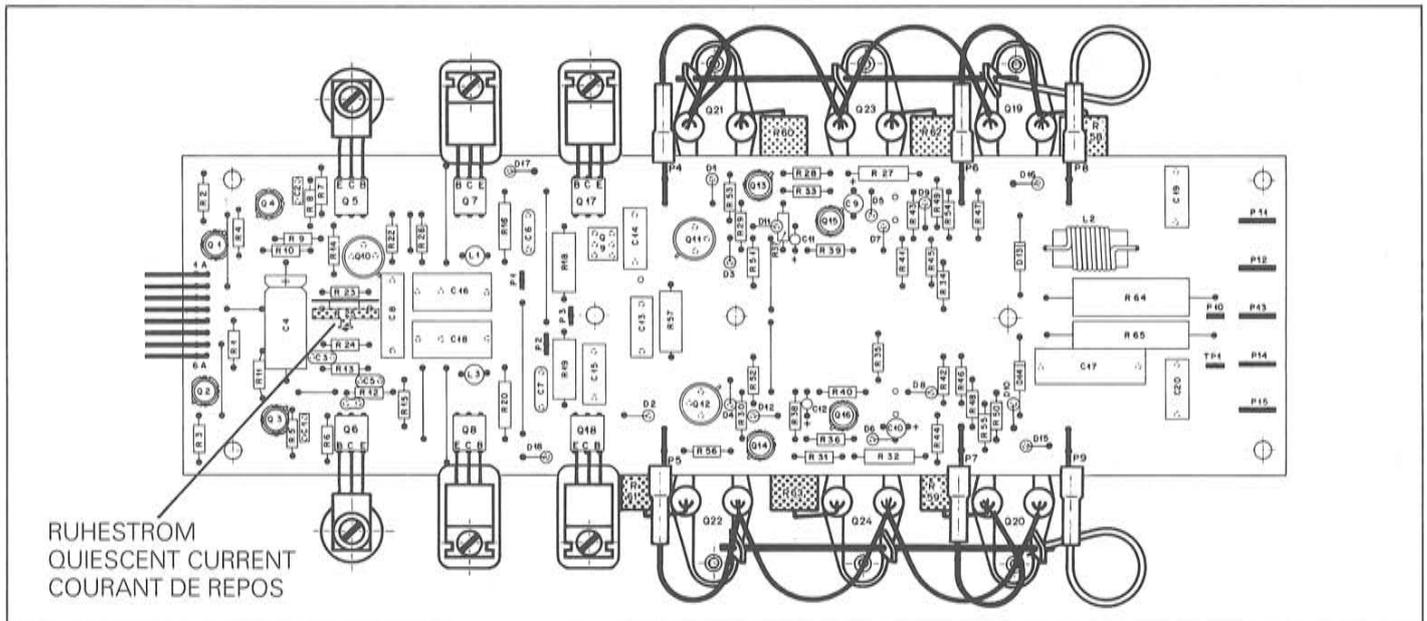

Fig. 4.3.1
4.3 Ruhestrom-Einstellungen (Fig. 4.3.1)
4.3 Adjustment of quiescent current (fig. 4.3.1)
4.3 Ajustage du courant de repos (fig. 4.3.1)